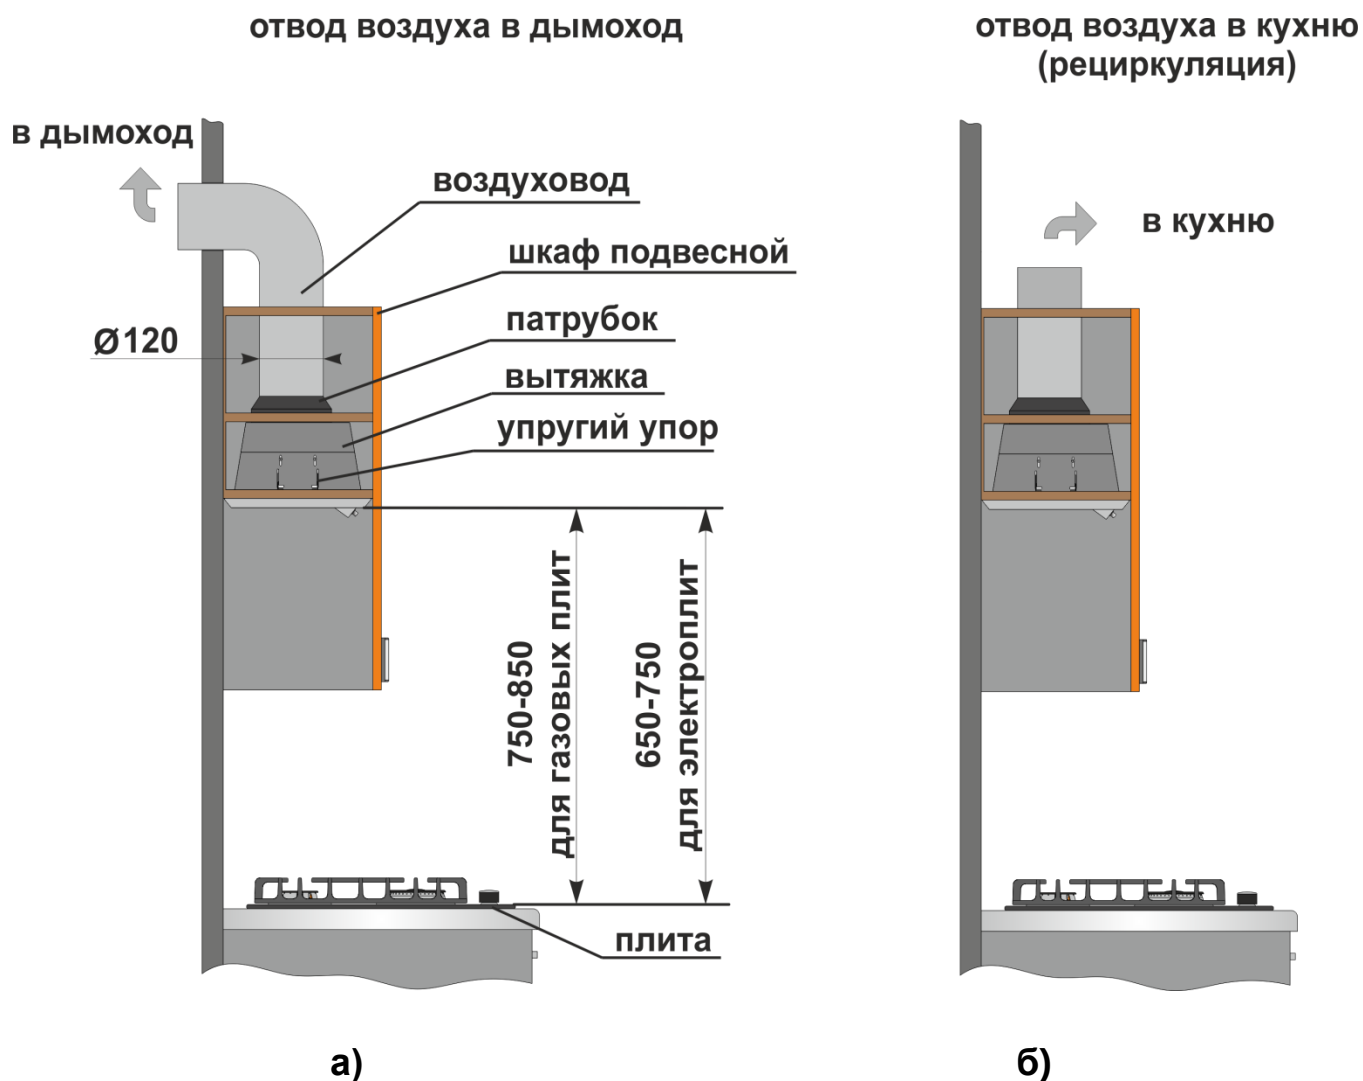

Рис. 2
5.4 В зависимости от схемы установки вытяжка работает в 2^х вариантах (**рис. 2**):
6.1 Выберите схему (**Рис. 2**) и место для установки вытяжки.